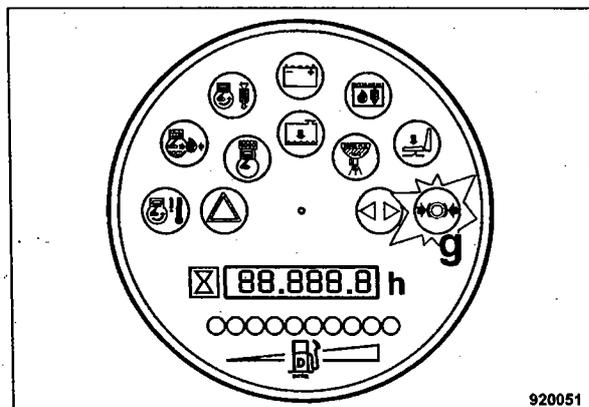

Fig. 67
- En el instrumento combinado (Fig. 67) se enciende la lámpara de aviso para el freno de estacionamiento.